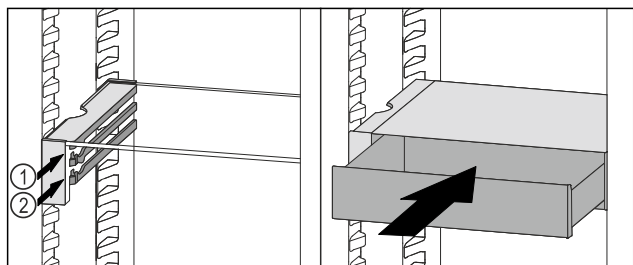

Fig. 97
- ▶ 将 VarioSafe 抽屉放置在所需肋梁 Fig. 97 (1) 或 Fig. 97 (2) 上的止挡器后面。